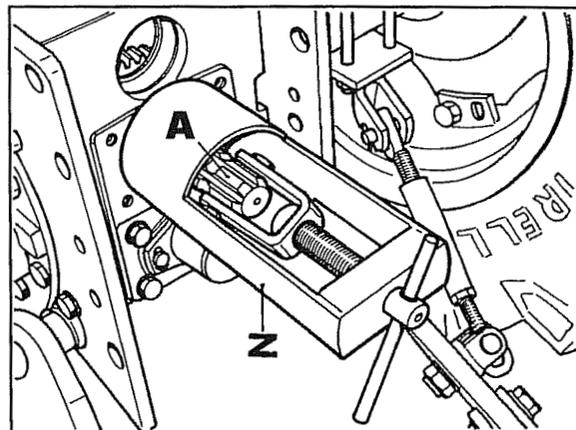
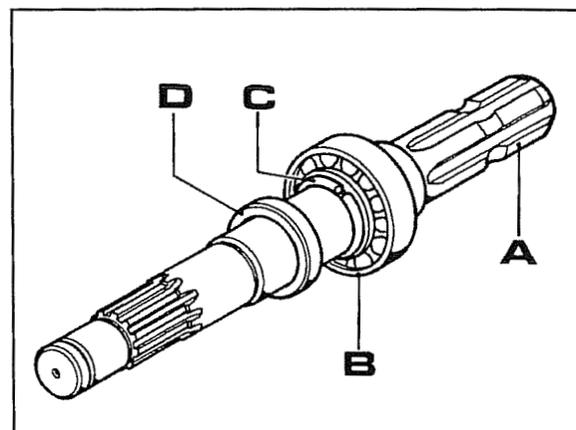
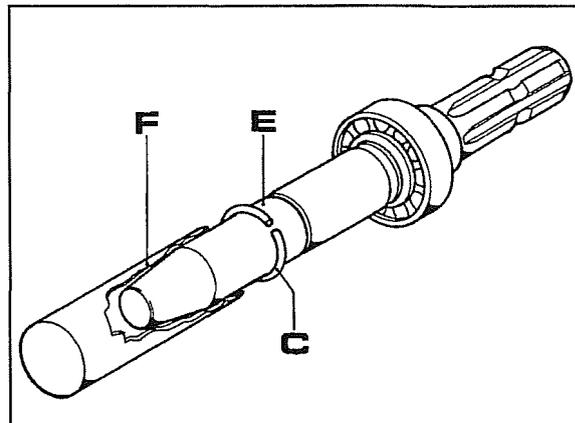

Fig. 17
Fig. 18
Fig. 20
7. Con la herramienta **Z** fig. 17, extraer el eje de la toma de fuerza superior **A** (fig. 17 y 18) el que saldrá con el cojinete **B**, bloqueado en el eje por el retén dado por el anillo elástico **C** fig. 18.
- Para volver a montar el anillo **C** de las fig. 18 y 20, es necesaria la relativa herramienta constituida de una parte cónica **E** fig. 20 y una parte cilíndrica **F** necesaria para empujar el anillo en su alojamiento.